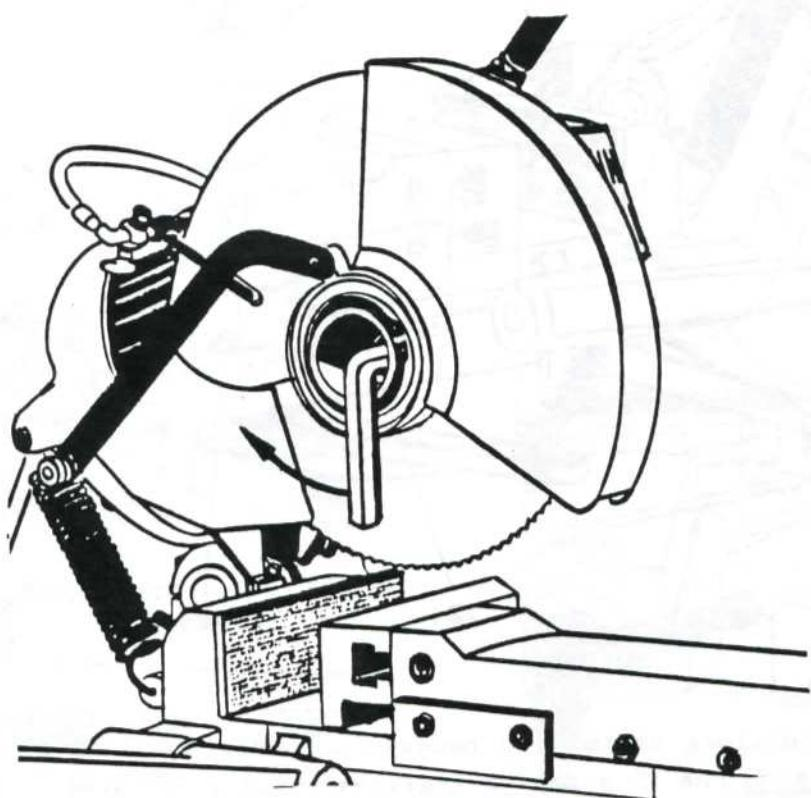

FIG. 8
#### FRIZIONE (FIG. 8)
#### CLUTCH (FIGURE 8)
#### EMBRAYAGE (FIG. 8)
#### KUPPLUNG (ABB. 8)
To disassemble the head rotor, it is necessary to remove the three nuts (66). Lock the clutch (see figure 8). Then withdraw the rotor (75) by turning sharply anticlockwise the saw holder shaft with spanner (108).
Pour démonter le rotor (75) de la tête (45), il est nécessaire d'enlever les 3 écrous (66). Bloquer l'embrayage (voir figure 8). Sortir le rotor (75) en faisant tourner avec force l'arbre porte scie vers la gauche à l'aide de la clé (108)
Ausbau des Rotors (75) und der Saegespindel (45). Man entfernt zuerst die 3 Muttern (66). Danach wird die Getriebekupplung fest angezogen gemaess (Abb. 8). Man dreht mit dem Schluessel 108 die Saegespindel kraeftig nach links und zieht gleichzeitig den Rotor heraus.